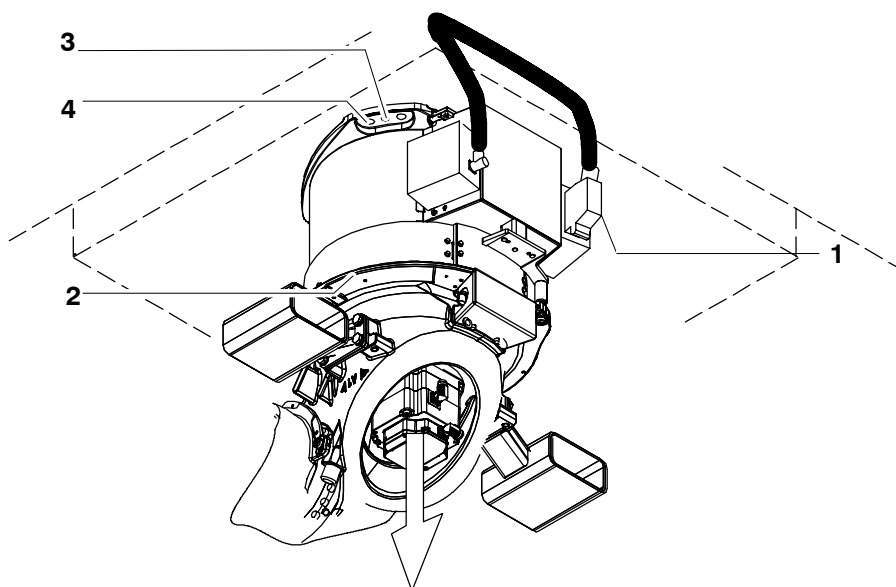

Fig. 57 Démontage du robot monté au plafond
- (3) Desserrer et retirer tous les connecteurs du coffret de raccordement (Fig. 57/1).
- (4) Retirer le câble de terre.
- (5) Le cas échéant, démonter les câbles électriques et les flexibles aux deux interfaces de l'alimentation en énergie A1 ainsi que les autres câbles de périphérie du manipulateur.